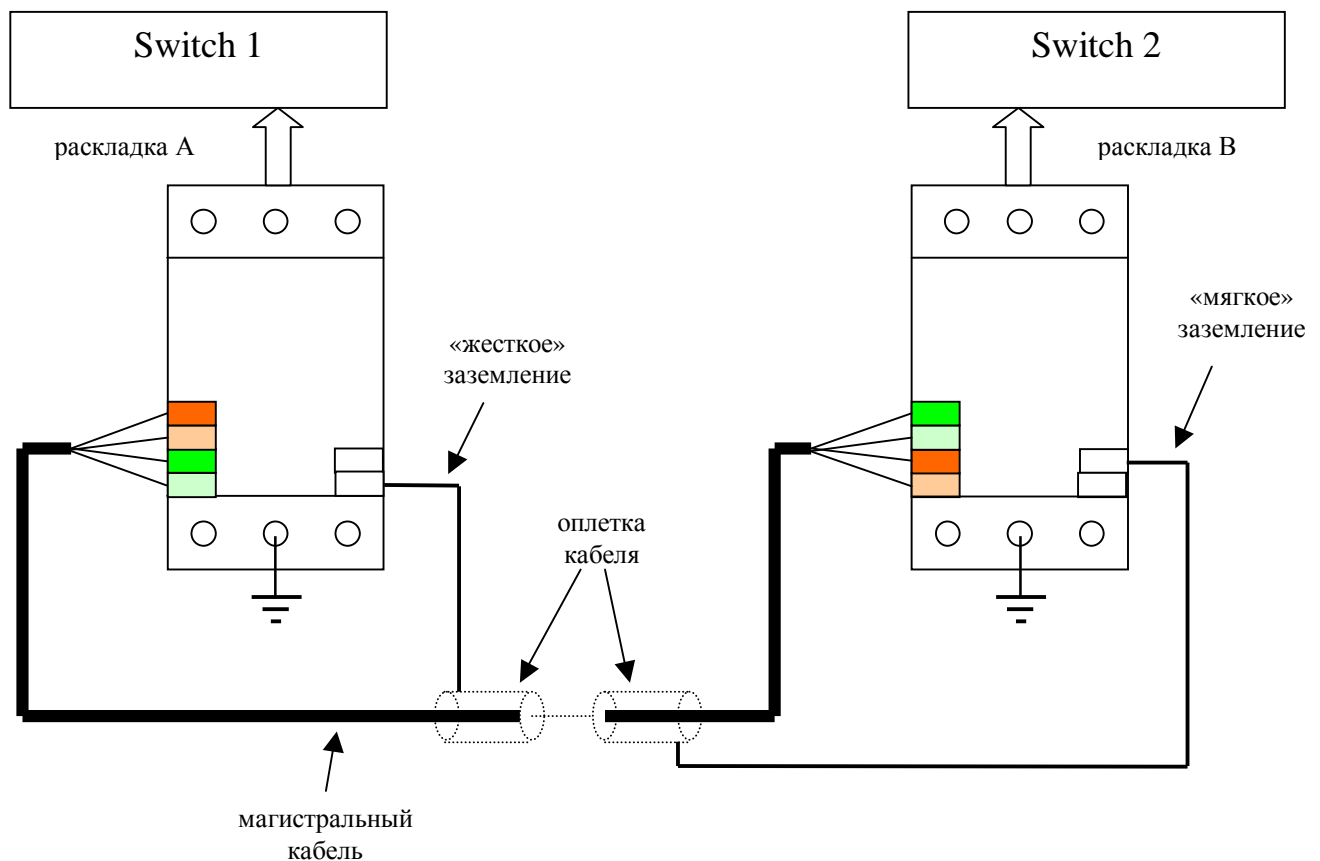

рис. 4
3. При выполнении наружной проводки экранированным кабелем на одном конце пролета оплетка кабеля заземляется жестко (контакт GND), а на втором конце используется «мягкое» заземление (контакт IN GND). Если в кабеле остаются незадействованные проводники (обычно это бывает при использовании 4-х парного кабеля FTP или SFTP), ни в коем случае нельзя оставлять их куда-то не подключенными. С ними нужно поступить так же, как и с оплеткой. Вариант подключения проводов при магистральной прокладке показан на рис. 4.